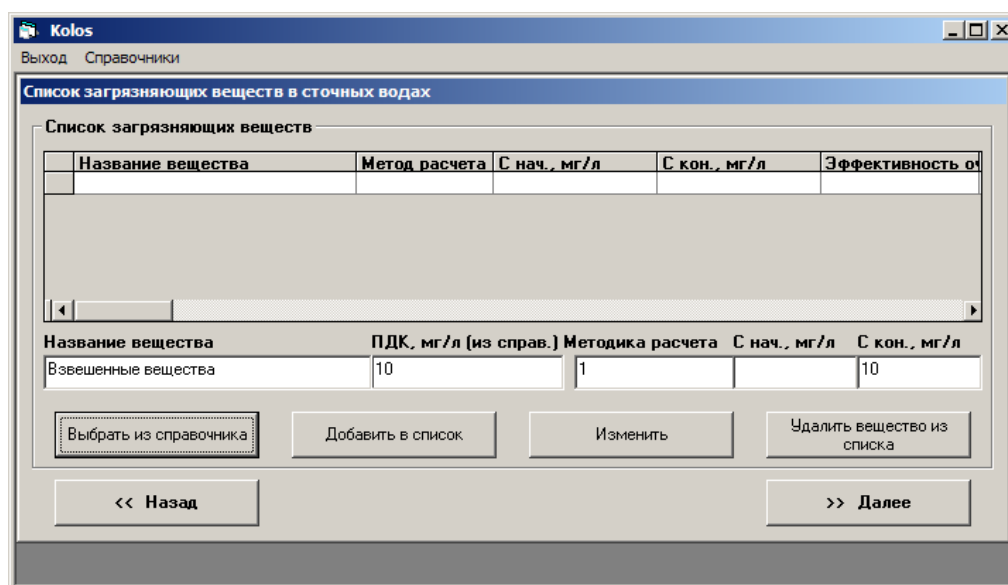

Рис. 7. Список загрязняющих веществ, сразу после нажатия кнопки "Вставить в проект" справочника вредных веществ
- нажать на кнопку "**Вставить в проект**", после этого справочник закроется и снова появится окно со списком загрязняющих веществ (Рисунок 7);